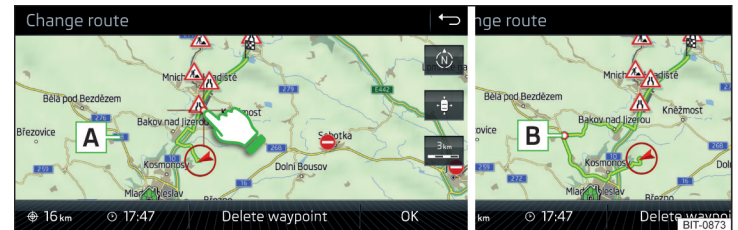

Abb. 246 Routenänderung in der Karte / Routendurchfahrtspunkt
- ▶ Den Bildschirm im Routenbereich berühren und den Kreuzpunkt auf die gewünschte Stelle in der Karte (z. B. **A**) » Abb. 246) verschieben.
Der Durchfahrtspunkt **B** » Abb. 246 wird in die Route eingefügt.